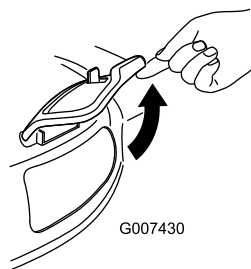

Figura 31
- 2. Levante la puerta de descarga lateral (Figura 31).